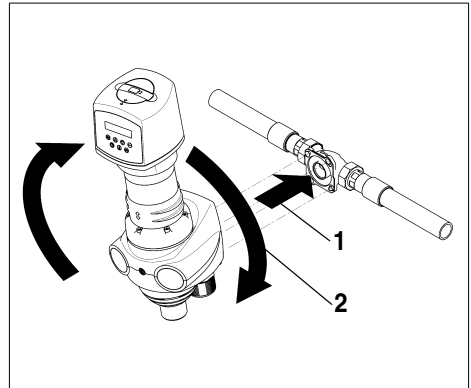

Abb. 3: Montage JPM-QC-AT
- Die Köpfe der vier Flanschschrauben M6 x 165 in die Bajonettbohrungen am Einbaudrehflansch stecken (siehe Abb. 3).
- Die Automatik-Hauswasserstation im Uhrzeigersinn bis zum Anschlag drehen (siehe Abb. 3).